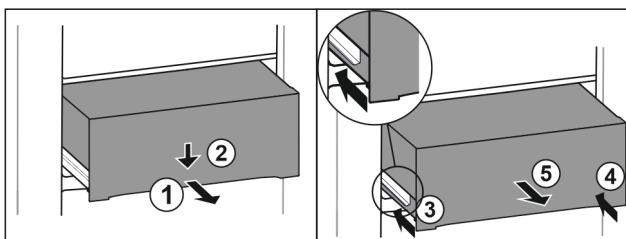

Fig. 155
- ▶ Extrageți pe jumătate sertarul. Fig. 155 (1)
- ▶ Apăsăți în jos sertarul pe partea frontală. Fig. 155 (2)
- ▶ Inșerați șina stângă aproximativ 2 cm. Fig. 155 (3)
- ▶ Inșerați șina dreaptă aproximativ 2 cm. Fig. 155 (4)
- ▶ Extrageți sertarul spre înainte. Fig. 155 (5)